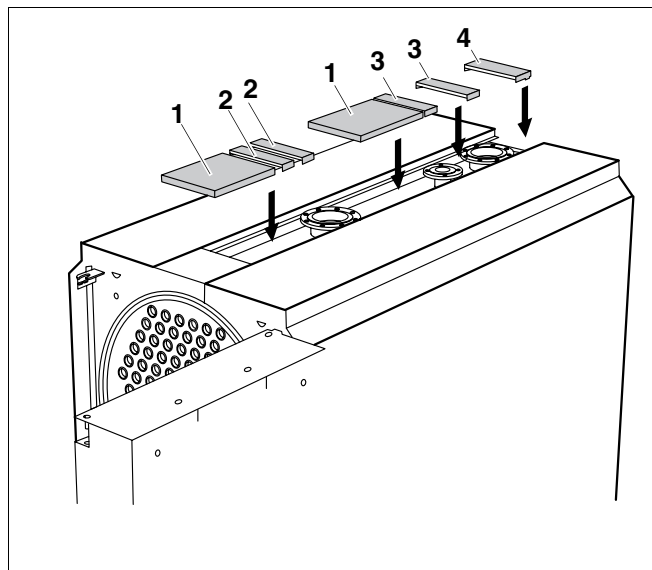
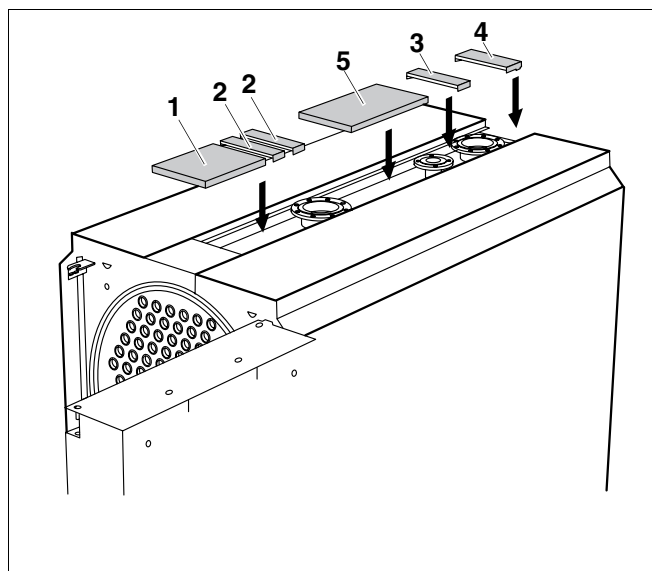

Fig. 4 Montați componentele capacului (Mărime 1070/1320)
Fig. 5 Montați componentele capacului (Mărime 1600)
- Montați lagărul în partea de sus și de jos pe partea de deschidere. (Vezi indicațiile de montaj și întreținere Logano S 725, Fig. 5).
Componentele capacului din pachetele B și C se vor așeza corespunzător Fig. 4 și Fig. 5.
Legendă pentru Fig. 4 și Fig. 5: lungimea componentelor capacului în [mm]